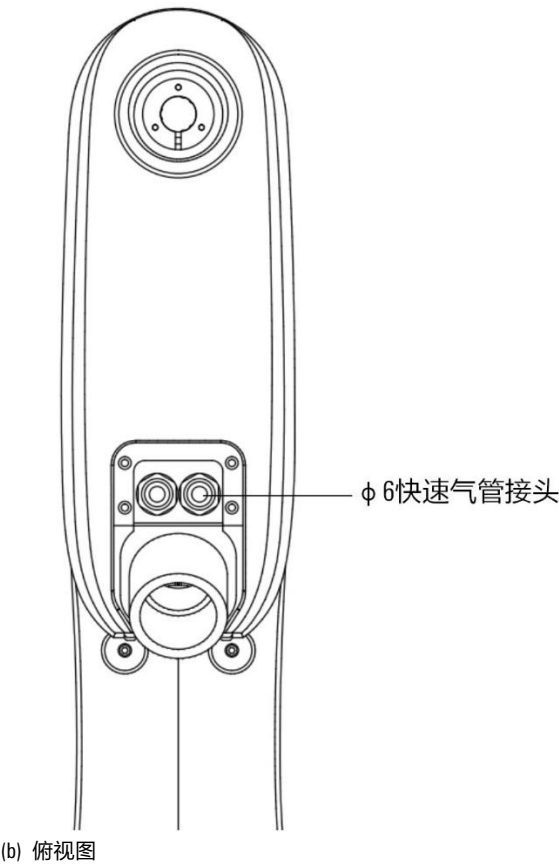

图 4-1 AIR6SC-500A 操作机本体接口
AIR6SC-500A 型操作机底座上有重载连接器、气管接头和用户 I/O 输入端接口，在小臂上有抱闸按钮、用户 I/O 输出端接口和气管接头。如图 4-1(a)所示，底座下方是重载连接器，左上方是 2 个 $\phi 6$ 快速气管接头，拔出盲塞之后可以直接插入 $\phi 6$ 气管，右上方是用户 I/O 输入端接口；上侧为用户 I/O 输出端接口和抱闸按钮；如图 4-1(b)所示，小臂上方有两个 $\phi 6$ 快速气管接头。
- 步骤1. 在小臂钣金件上，可以找抱闸按钮，参考图 4-1(a)；